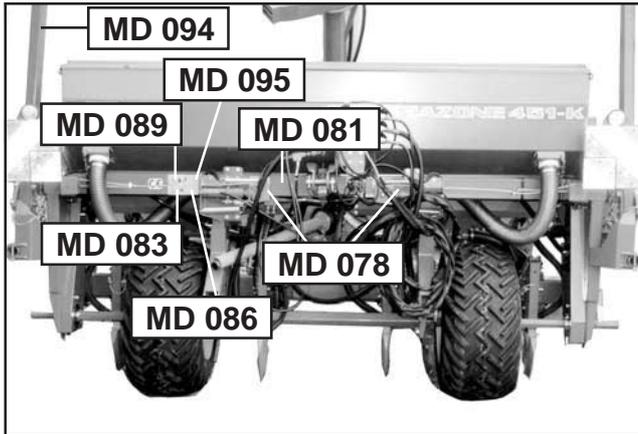

Fig. 2.1
- Fig. 2.1, 2.2 und Fig. 2.3 zeigen die Befestigungsstellen der Warnbildzeichen und Hinweisschilder. Die entsprechenden Erläuterungen finden Sie auf den folgenden Seiten.